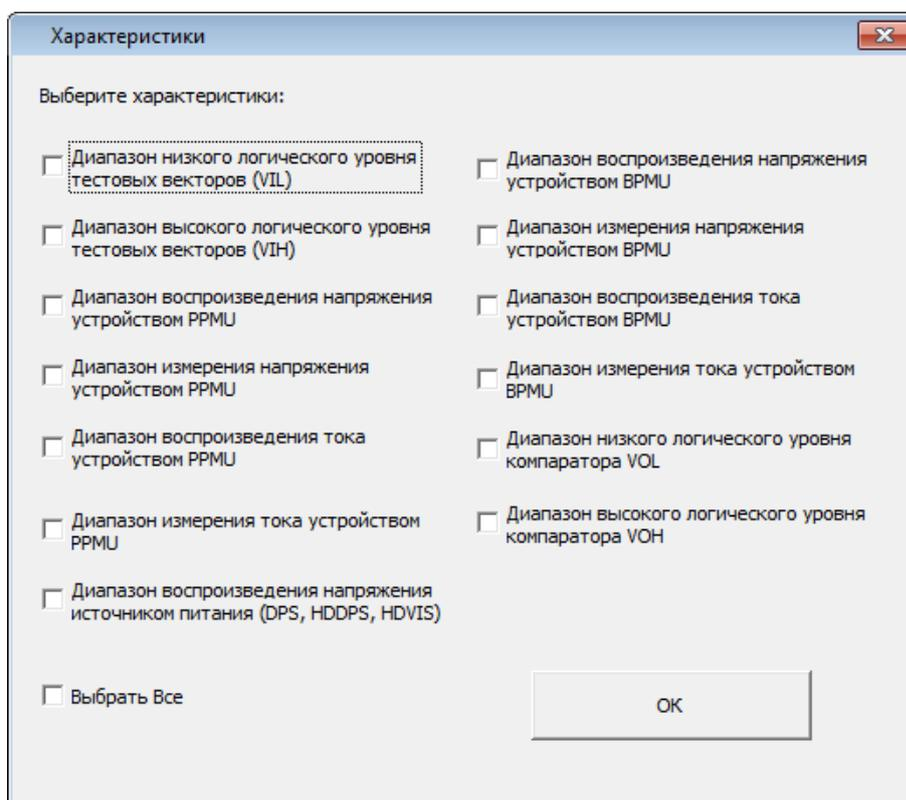

Рисунок 11 – вид окна «Характеристики»
6.4.2.1 В окне «Характеристики» (рисунок 11) выбрать «Диапазон низкого логического уровня тестовых векторов (VII)», «Диапазон высокого логического уровня тестовых векторов (VIII)», нажать кнопку <ОК>.
6.4.3.1 В окне «Характеристики» (рисунок 11) выбрать «Диапазон воспроизведения напряжения устройством РРМУ», «Диапазон измерения напряжения устройством РРМУ», нажать кнопку <ОК>.
6.4.4.1 В окне «Характеристики» (рисунок 11) выбрать «Диапазон воспроизведения тока устройством РРМУ», нажать кнопку <ОК>.